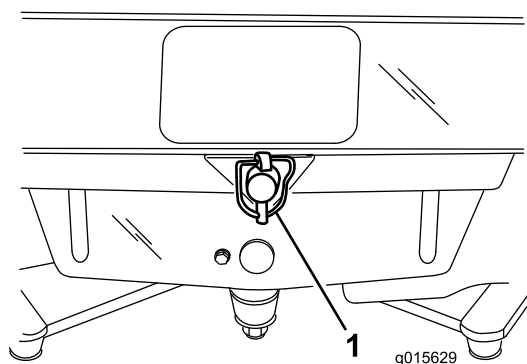

Figure 15
13. Fixez l'arrière du cadre sur la goupille du support avec la goupille de désaccouplement (Figure 15).